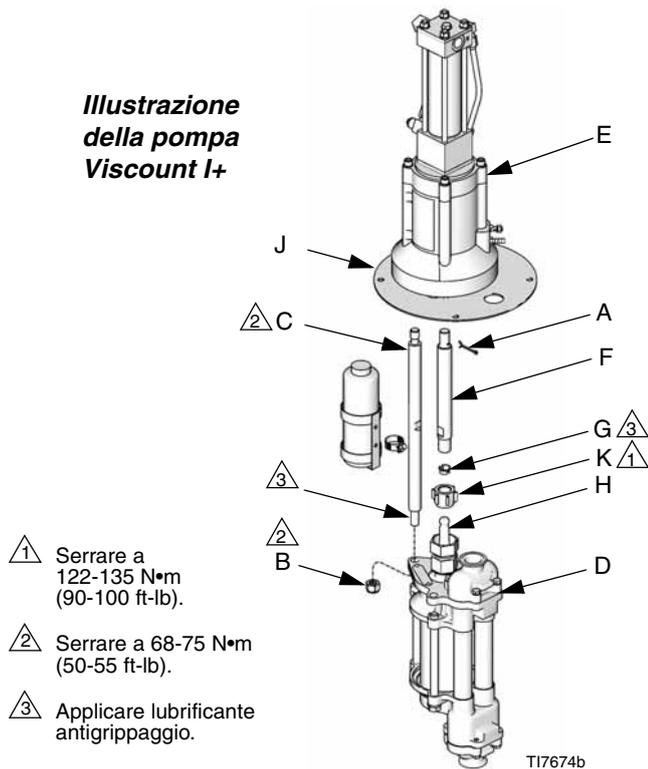

FIG. 3
3. Allentare il dado (K) di accoppiamento e rimuovere i collari (G). Togliere il dado di accoppiamento dallo stelo del pistone (H). Svitare i controdadi (B) dai tiranti (C). Tirare il pompante (D) fuori dal motore (E). Vedere FIG. 2 e FIG. 3.
1. Allentare, ma non rimuovere, le viti tenendo stretta la piastra dell'adattatore (J) al motore (E) sulle pompe Viscount I+. Vedere la FIG. 3.
2. Serrare i tiranti (C) nella piastra dell'adattatore (J) e serrare fino a 68-75 N•m (50-55 ft-lb). Sulle pompe Viscount I+, i tiranti si agganciano ai fori filettati alla base del motore.
3. Riempire con grasso la cavità situata sul fondo dell'albero del motore. Avvitare l'accoppiamento (F) nell'albero del motore fino ad allineare i fori del perno. Sulle pompe Viscount I+, installare la coppiglia (A) nel primo foro dall'estremità dell'accoppiamento.
4. Allineare il pompante (D) con i tiranti (C) e installare i dadi bloccanti dei tiranti (B).
5. Inserire i collari (G) e avvitare il dado di accoppiamento (K) sull'asta di accoppiamento (F) e serrare con coppia di 122-135 N•m (90-100 ft-lb).
6. Serrare le viti che collegano la piastra dell'adattatore (J) al motore (E) fino a 20-23 N•m (15-17 ft-lb). Serrare i controdadi dei tiranti (B) fino a 68-75 N•m (50-55 ft-lb).
7. Sollevare l'albero del motore e togliere il dado di accoppiamento (K) e i collari (G). Vedere FIG. 2 e FIG. 3.